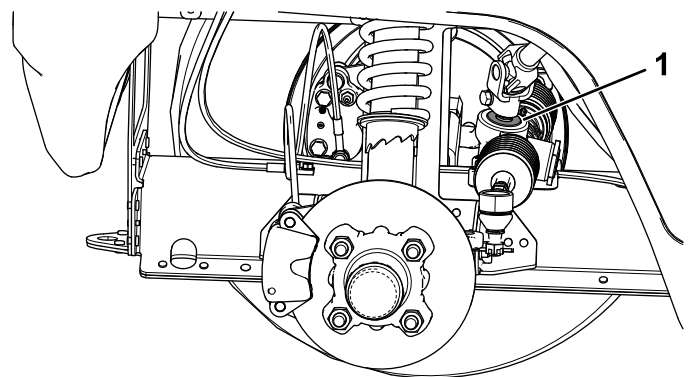

Figura 48
**Importante:** Inspeccione la condición y la integridad del retén del eje del piñón (Figura 48).